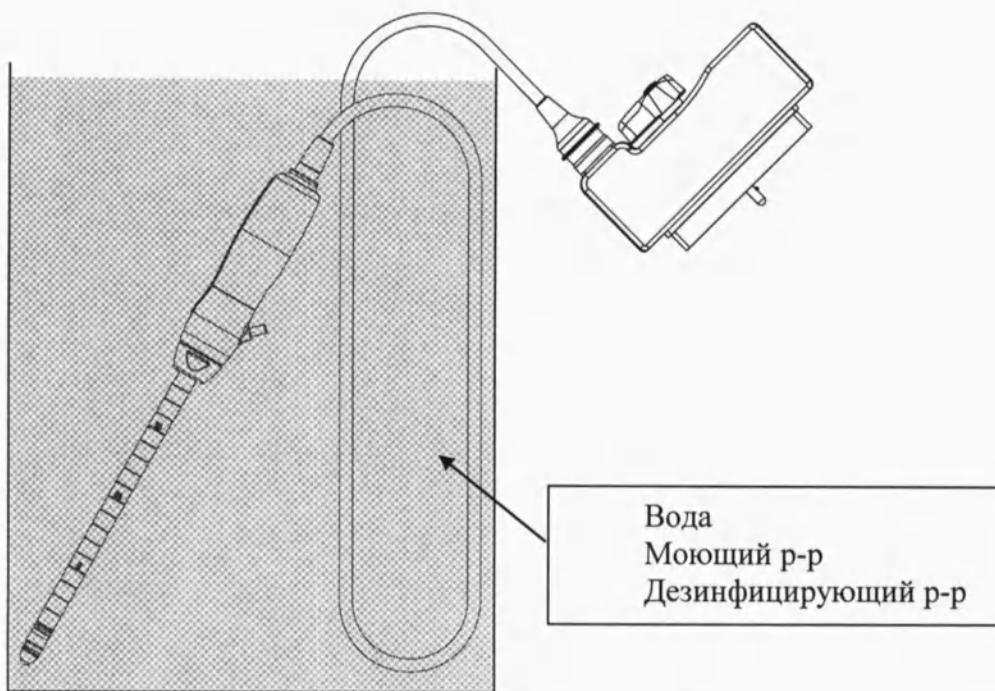

Рис.2
- 2) Погрузите датчик в воду или энзиматический моющий раствор (см. Список поставщиков дополнений и средств для обработки датчика, см Рис.2). Следуйте инструкциям производителя по применению, разведению и времени замачивания в моющем растворе.
- 2) Погрузите датчик в дезинфицирующий раствор на соответствующее время (см. Рис.2)